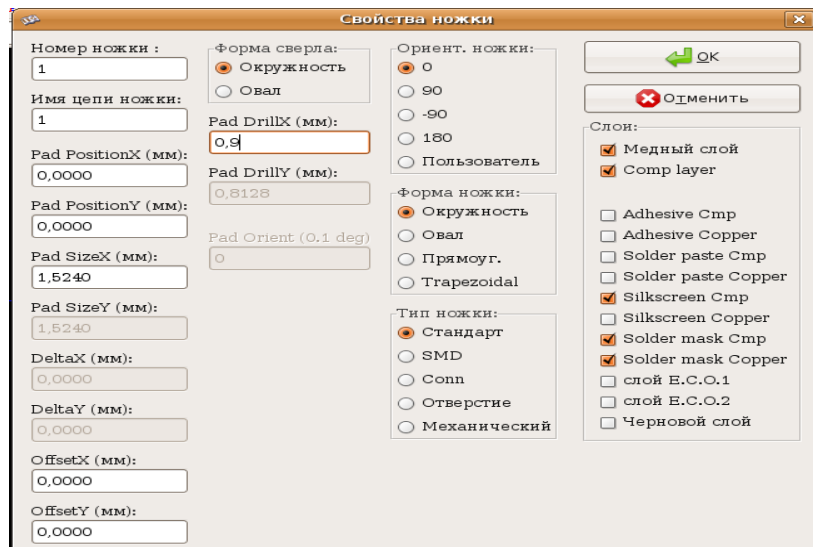

Рисунок 12 — Свойства вывода
- Надо выбрать первый контакт  в левой панели, затем второй и т.д. Первый контакт желательно поставить  в начало координат. Надо указать свойства контакта: контекстное меню — **Edit Pad** (рисунок 12). Обязательно надо указать имя цепи ножки, иначе к контакту не будет подводиться проводник, например, номер ножки -1, имя цепи ножки -1, а у номера ножки 2, имя цепи ножки - 2.